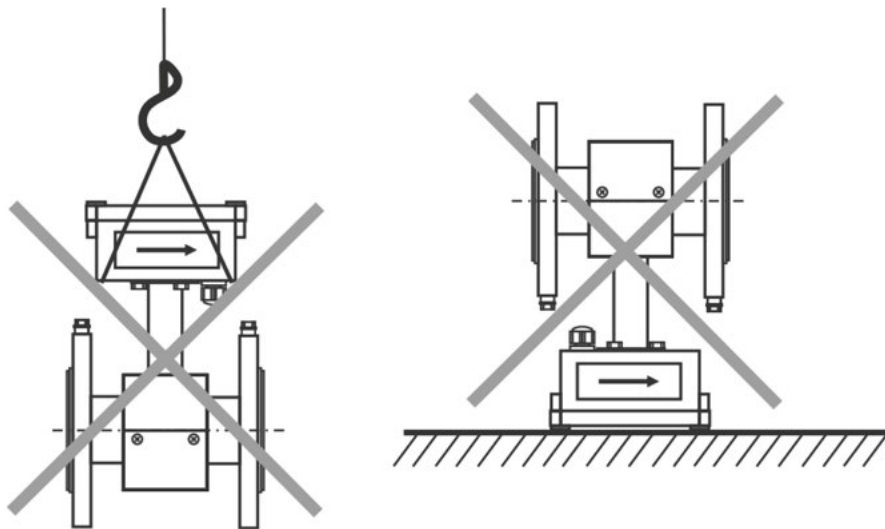

Рисунок 2.1 – Недопустимые действия при работе с расходомерами
- запрещается поднимать приборы за ЭП, а также устанавливать их на ЭП, рисунок 2.1;